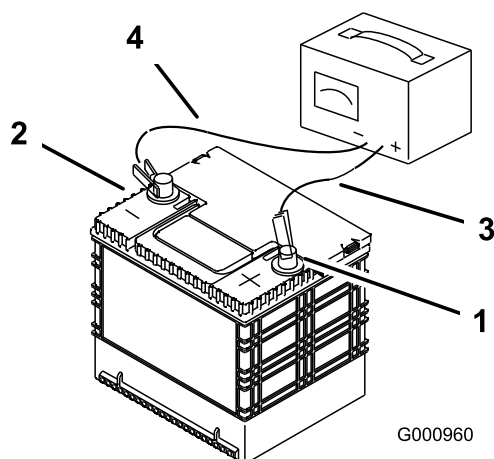

Figura 50
2. Cuando la batería esté completamente cargada, desconecte el cargador de la toma de electricidad, luego desconecte los cables del cargador de los bornes de la batería (Figura 50).